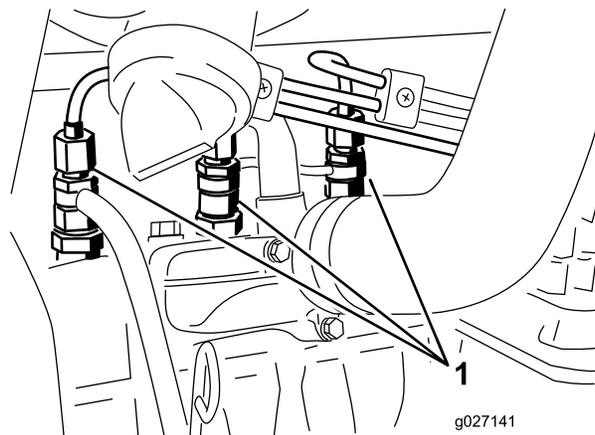

図 57
1. 燃料噴射ポンプの No.1インジェクタノズル 図 57 へのパイプ接続部をゆるめる。